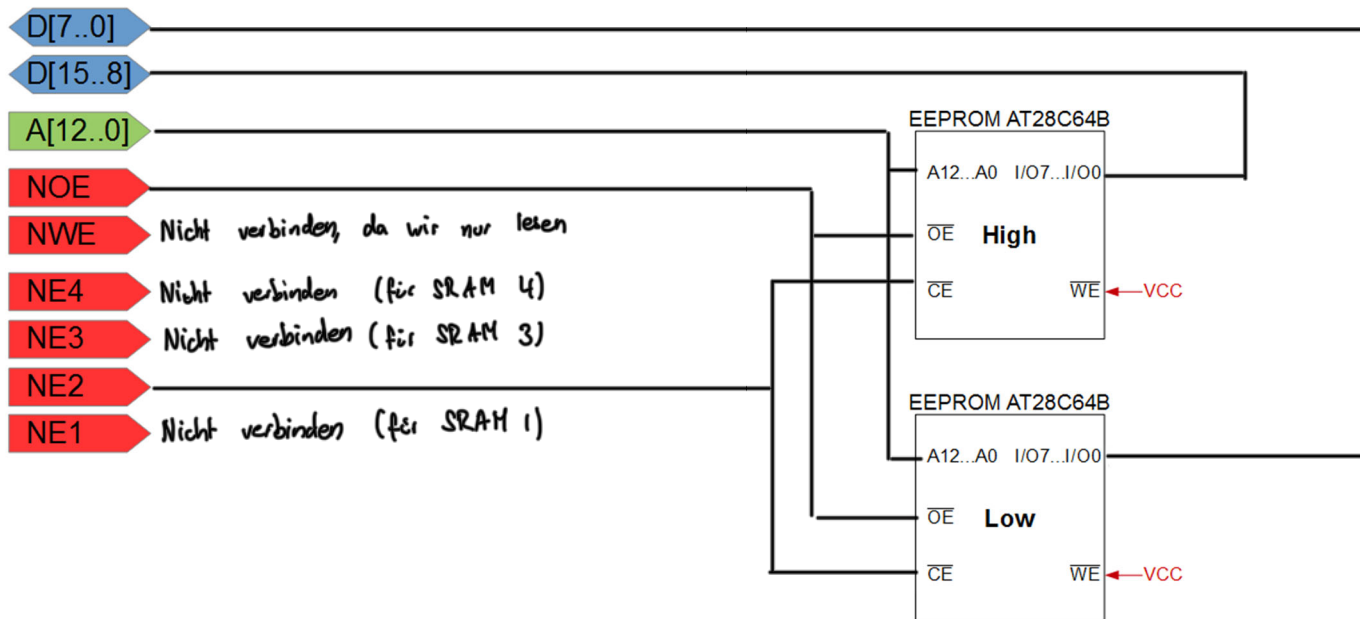
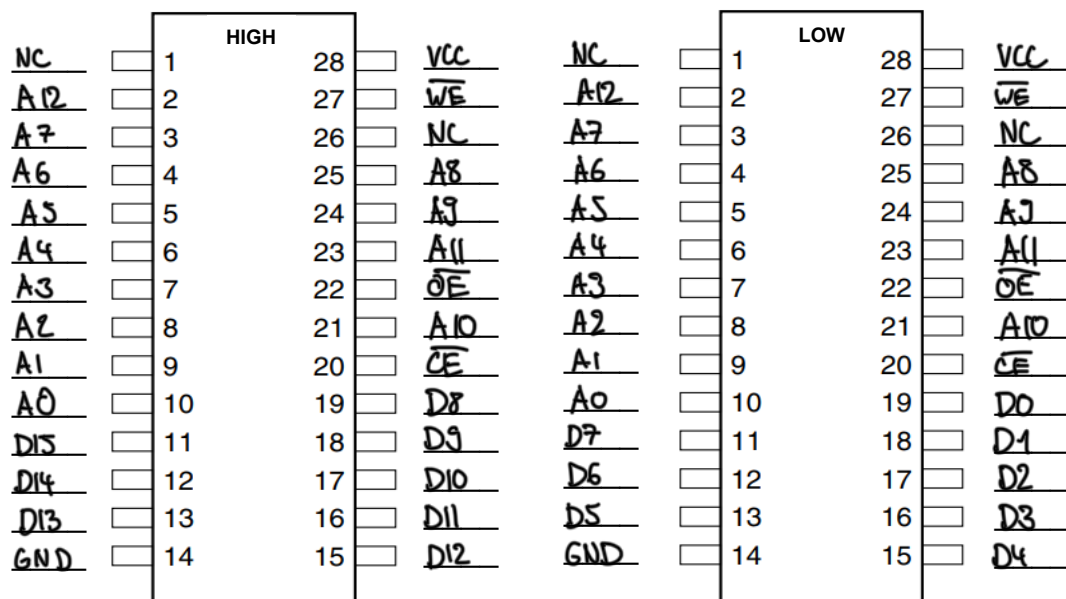

Abbildung 3: Zeichnen Sie den Anschluss von zwei 8K x 8-Bit EEPROMs an einen 16-Bit Datenbus ein
Abbildung 4: Beschriften Sie den Anschluss von zwei 8K x 8-Bit EEPROMs an einem 16-Bit Datenbus
- b) Zeichnen Sie in Abbildung 3 ein, wie die Bausteine an das CT Board angeschlossen werden müssen. Abbildung 4 dient als Hilfestellung, damit Sie die Speicherbausteine pinweise beschriften können.